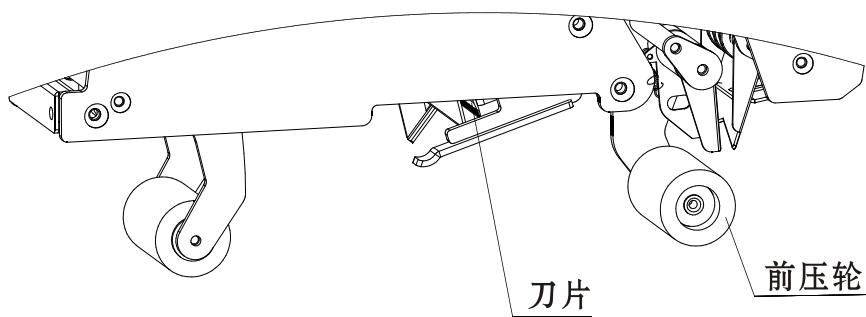

图5-2
刀片太低，易导致胶带切不断（见图5-2）
- 3、胶带压不过去（箱子没压牢）：胶带纸质量不好或前压轮（见图5-2）